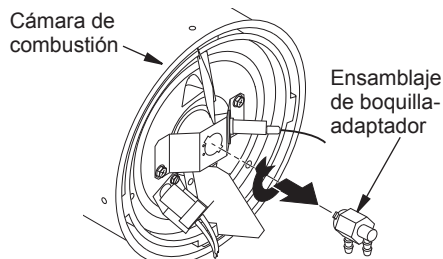

Figura 16 - Desmontaje del ensamblaje de la boquilla-adaptador
4. Gire el ensamble de la boquilla en sentido contrario a las manecillas del reloj y jale en dirección al motor para extraerla (consulte la figura 16).
- Fije el ensamblaje de la boquilla al soporte del quemador (consulte la figura 16 página 14).